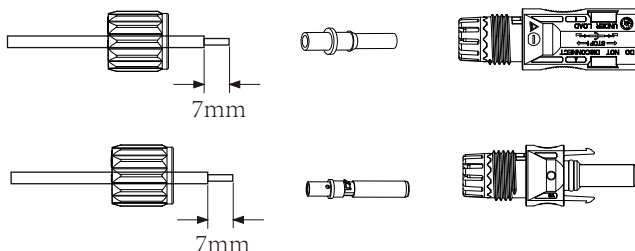

Abb. 6.3 Demontieren Sie die Überwurfmutter des Steckers
a) Isolieren Sie den PV-Draht 7 mm ab, lösen Sie die Überwurfmutter des MC4-Steckverbinders und führen Sie einen PV-Draht durch die Überwurfmutter des Steckverbinders (siehe Abbildung 6.3). Wiederholen Sie diesen Vorgang mit allen PV-Drähten und achten Sie dabei besonders auf die Polarität des Steckers, besonders auf die Polarität des Steckers.